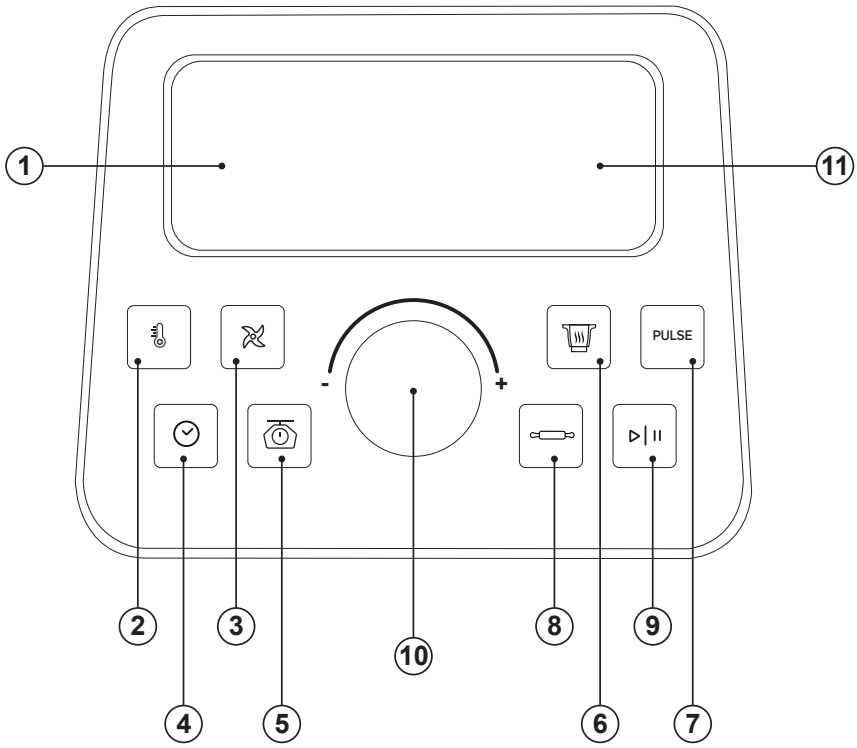

Fig.1
- La junta de silicona (C) evita que rebosen los líquidos entre la jarra y la tapa. Coloque la junta de silicona en su sitio comprobando que está correctamente colocada. (Fig. 1)